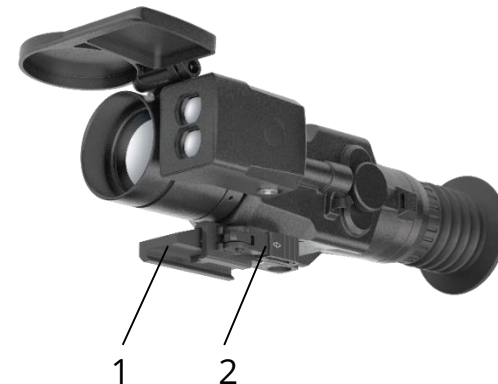

Рисунок 43 – Прицел с креплением
Пример установки прицела на быстросъемное крепление WP460F (1) на планку типа «Picatinny» (см. рис. 43).